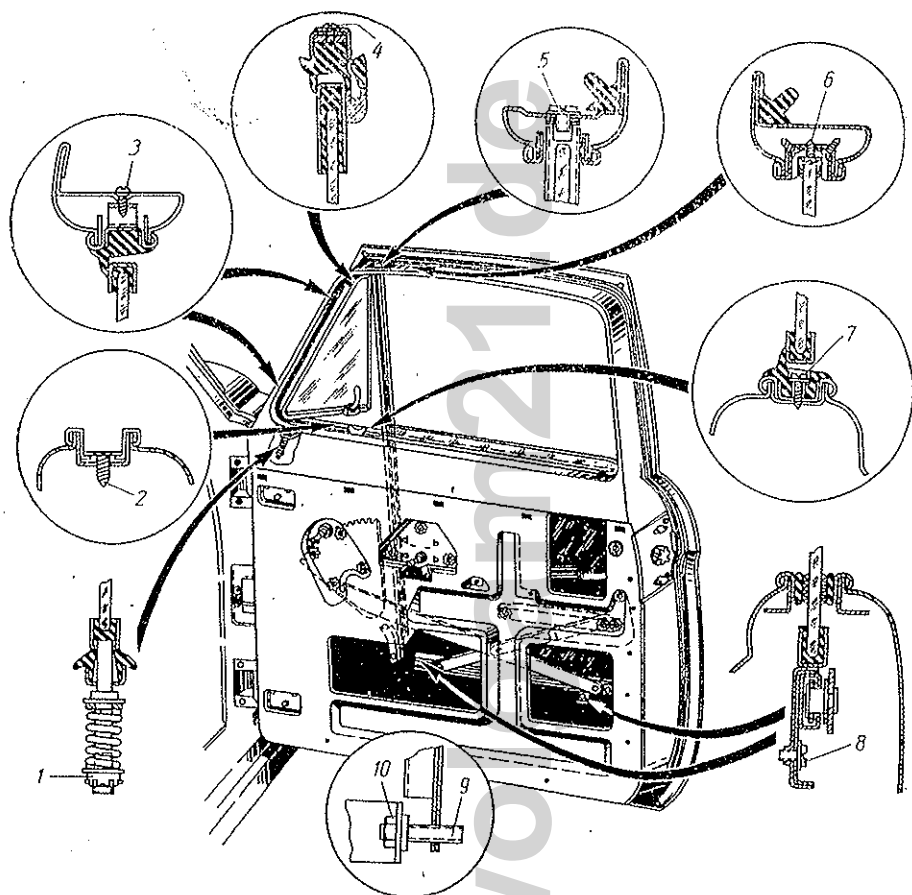

Bild 330 Vordertür:
- Befestigungsschrauben 6 (Bild 330) für oberes Rillenelement des Kurbelfensters losdrehen. Rillenelement nach unten führen;
Ein Ersetzen des Schwenkfensters der Vordertür geschieht in nachstehender Reihenfolge (Bild 330):